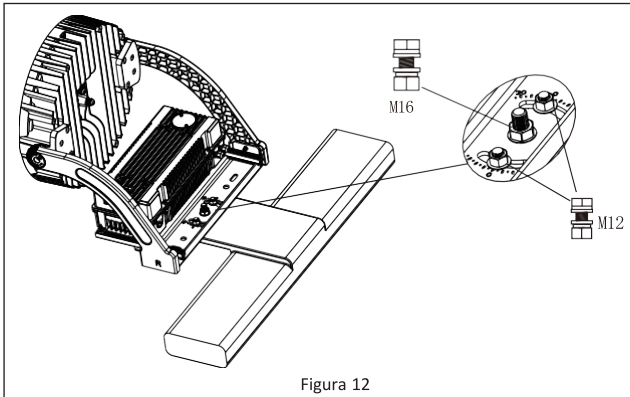

Figura 12
3. Asegura la lámpara al travesaño alineando los orificios con el soporte de la lámpara e instalando los 2 pernos M12 y 1 perno M16 con arandelas planas, arandelas de seguridad y tuercas. **Ver Figura 12.**